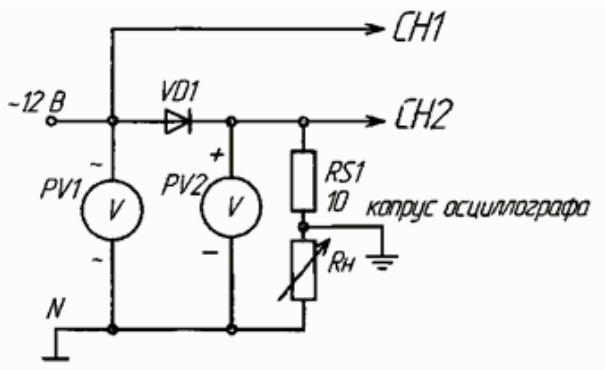

Рис. 2
1) Собрать схему выпрямителя по рис. 2. В качестве вольтметров использовать мультиметры: PV1 в режиме измерения **переменного напряжения**, PV2 в режиме измерения **постоянного напряжения**. Подключить входы осциллографа. Переключатель развертки осциллографа перевести на временную развертку. Установить синхронизацию от сети. На экране осциллографа Вы увидите осцилограммы анодного тока и напряжения на диоде;